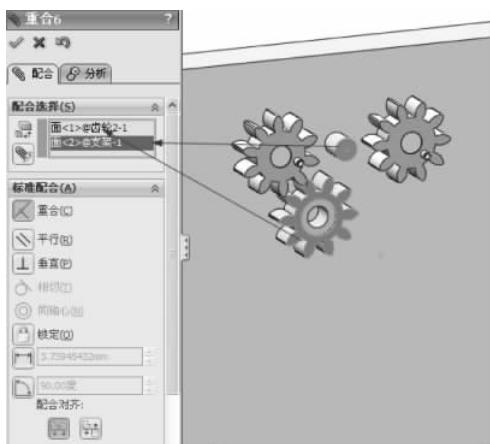

图 3-83 添加重合配合
(6) 添加重合配合,在刚刚插入的齿轮与支架中间轴的端面之间添加重合配合,如图 3-83 所示。